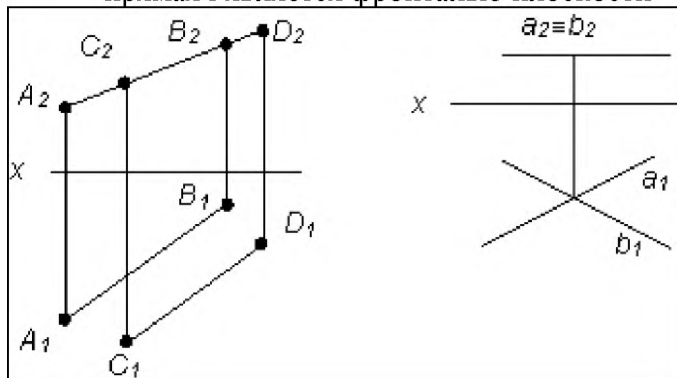

Рис. 1
1. Укажите на каком из чертежей (рис. 1) задана плоскость уровня?
2. Укажите, на каком из комплексных чертежей (рис. 1) задана проецирующая плоскость?